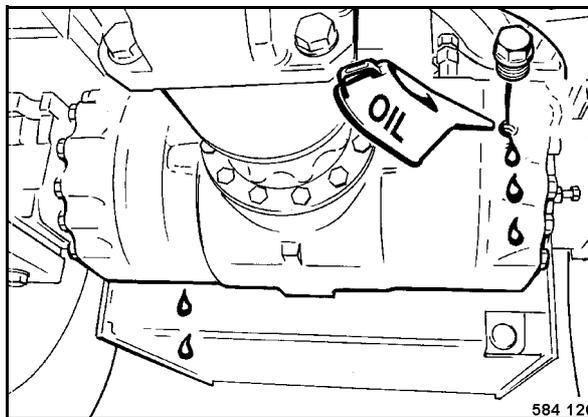

Рис. 169
- Вливать масла через контрольные отверстия столько (Рис. 169), пока оно не покажется на нижней кромке отверстия.